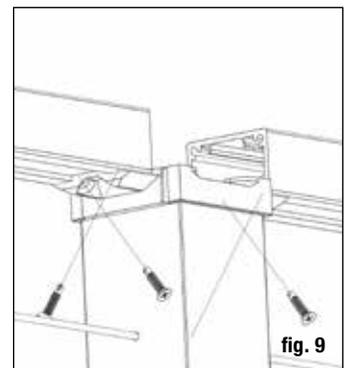

fig. 9
**Étape 10** Positionnez le rail entre les poteaux. Vérifiez le niveau de bout en bout et verticalement. Fixez les supports au poteau à une extrémité. Pré-percer avec un foret de 7/64 po. Répétez pour l'autre extrémité. *Conseil: utilisez une mèche d'extension pour éviter d'endommager le rail avec le mandrin de perçage.* Installez tous les rails avant d'installer le câble. (fig. 9)